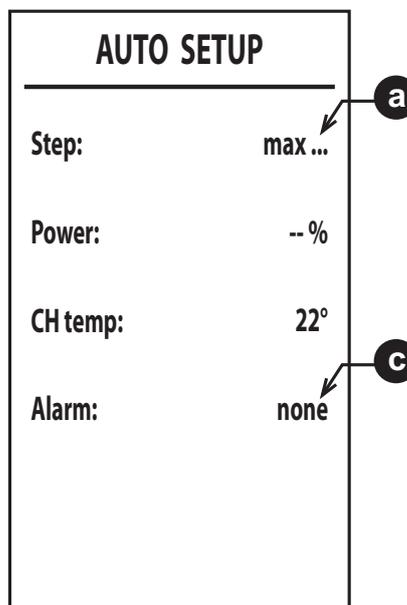

рис. 53
6. После розжига горелка переключается на нагрев с различной мощностью (макс., ср., мин.), как описано в пункте **а** (рис. 53).
8. Если последовательность розжига, описанная в пункте «6», не удалась, появится сообщение **max_err** в пункте **а** и код ошибки в пункте **с** (рис. 53).